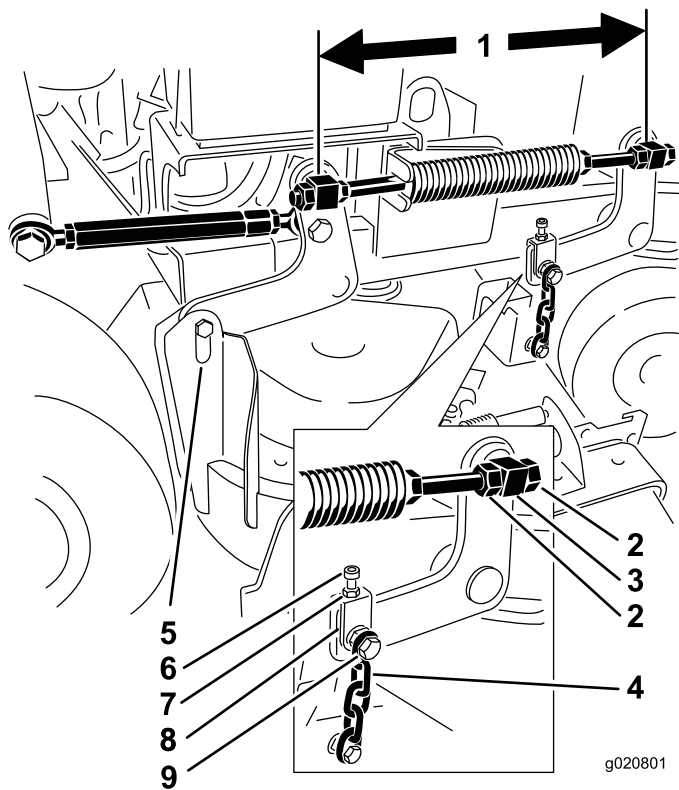

Figura 81
6. Compruebe la distancia entre los pivotes; mida del centro de un pivote al centro del otro (distancia entre centros) en cada varilla roscada. La longitud debe ser de 49.5 cm (19-1/2 pulgadas) para carcasas de corte de 91 cm (36 pulgadas) y de 43.7 cm (17-3/16 pulgadas) para carcasas de corte de 102 cm (40 pulgadas) (Figura 81).
11. Si es necesario ajustarlo, afloje el perno superior de la cadena (Figura 81).
6. Afloje los pernos superiores de las cadenas (Figura 81).